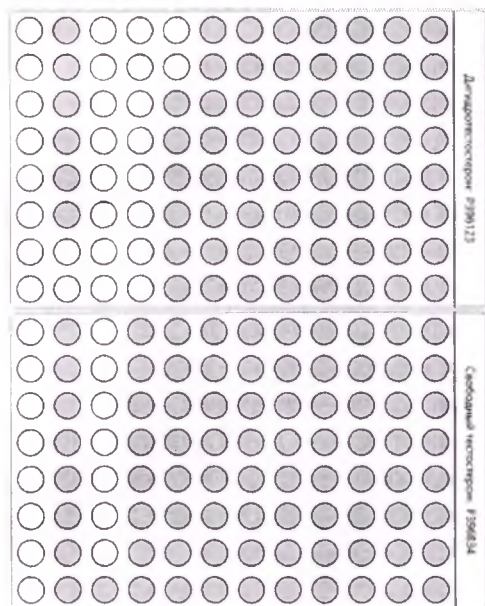

Рисунок 25
6.6.12 Поставьте планшет в специальные позиции; нажмите кнопку «Продолжить»; подождите, пока сканируются планшеты (см. рисунок 25). Повторите процедуру, пока все планшеты не будут сканированы.